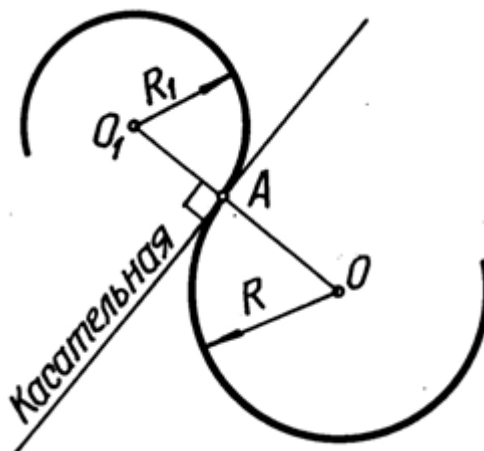

Рис. 13
2. точка сопряжения двух дуг лежит на линии их центров, перпендикулярной к общей касательной этих дуг в точке их касания или сопряжения (рис. 13).